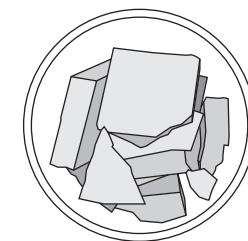

Fig.1
1) Mettere la cera nel fusore cercando di riempire bene il fondo del fusore e non lasciare spazi vuoti. Nel caso si voglia fondere la paraffina in lastre si consiglia di spezzarla in piccoli pezzi in modo da riempire bene il fondo del fusore. Caricare la cera un po' per volta (per esempio 5 kg per volta fino a liquefazione) (Fig.1).